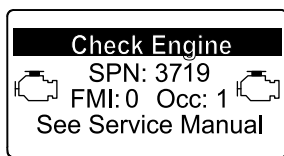

Figura 51
- Avvertenza motore SPN 3719, FMI: 0 (Figura 51)